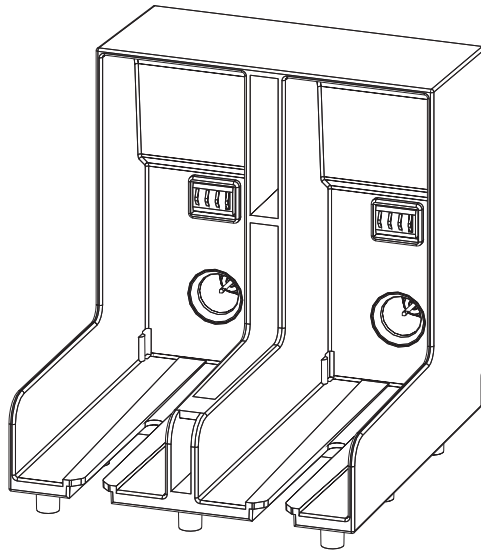

Figura 6-3: Ranura del compartimiento del cartucho
- 5 Inserte el cartucho de tinta nuevo en el compartimiento del cartucho de tinta alineando la clave del cartucho con la ranura de compartimiento correcta (Figura 6-3 en la página 6-6).